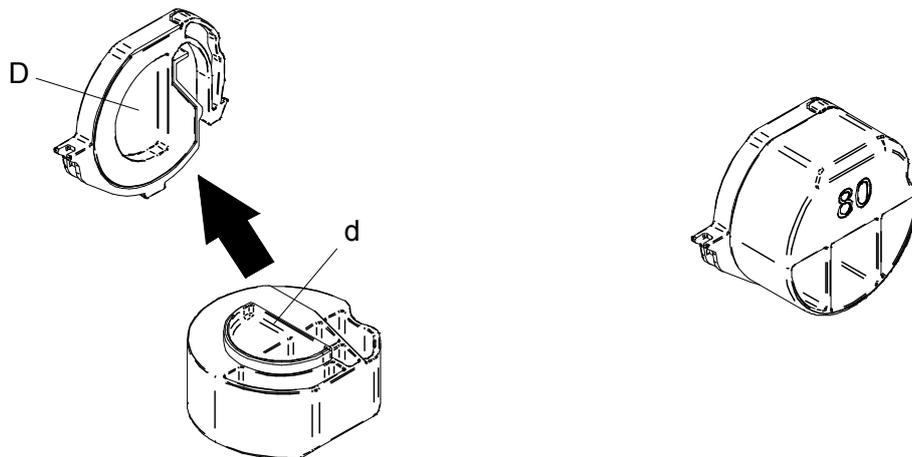

Figura 13-3 Combinazione di piastra divisoria e attacco
- (1) Spegnere la stampante.
- (2) Rimuovere la batteria dalla stampante. Se l'adattatore CA è collegato, scollegare la spina CA del cavo CA dalla presa.
- (3) Premere il tasto di apertura del coperchio della carta per aprirlo.
- (4) Combinare la parte della piastra divisoria "D" con la parte dell'attacco 80 "d", come mostrato nella Figura 13-3.